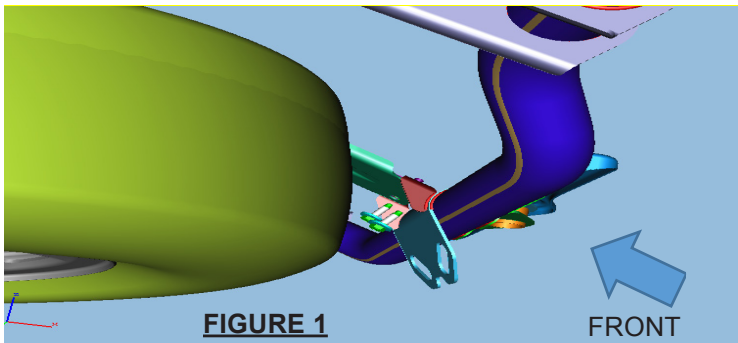

FIGURE 1
2. Remove rear set of M8 bolts and clips (2 total) using 13mm socket. See Figure 1.
- Déposer l'ensemble arrière de boulons M8 et de clips (2 en tout) à l'aide d'une douille de 13 mm. Voir la figure 1.